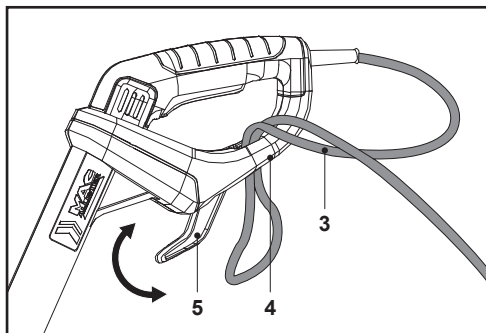

Fig. 4
1. Rode o recipiente de cabo (rotativo) (5) e certifique-se de que a ponta do recipiente de cabo (rotativo) (5) está virada para a frente.
2. Dobre o cabo de alimentação (3) para trás, a cerca de 60 cm da proteção de alimentação, e insira-o pelo orifício da proteção traseira (4). Passe-o sobre o retentor de cabo (5) e puxe o cabo de alimentação (3) com cuidado para garantir que está bem seguro (Fig. 4, 5).